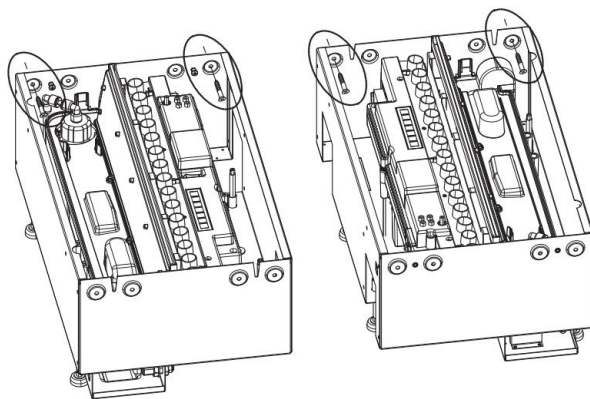

Fig.8
4. Zodra het toestel in zijn definitieve positie staat, verwijdert u de bovenplaat en maakt u met geschikte schroeven (niet meegeleverd) het toestel vast aan de ombouw via de vier bevestigingsgaten weergegeven in afb. 8.